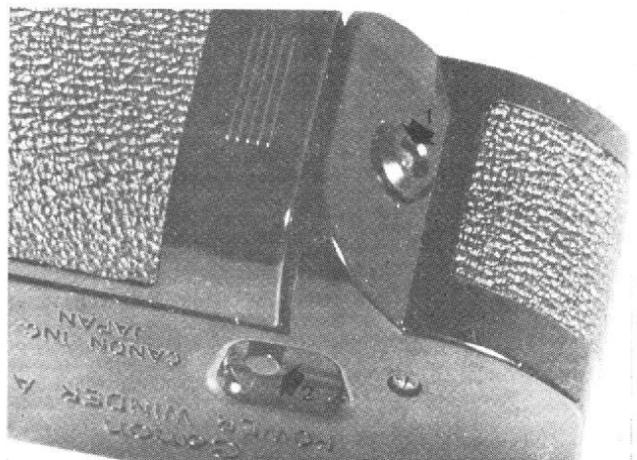

Fig. 30
La mise en place du moteur n'empêche pas la manœuvre du bouton de débrayage pour le réembobinage du film. En effet (fig. 30), le mécanisme est alors renvoyé à un autre poussoir (2) situé à la base du moteur. Celui-ci comporte également une diode électroluminescente (1) qui signale soit la fin du film, soit une tension insuffisante des piles. Notons au passage que le constructeur annonce, pour ces dernières, une capacité de 20 cartouches de 36 vues, à température normale.